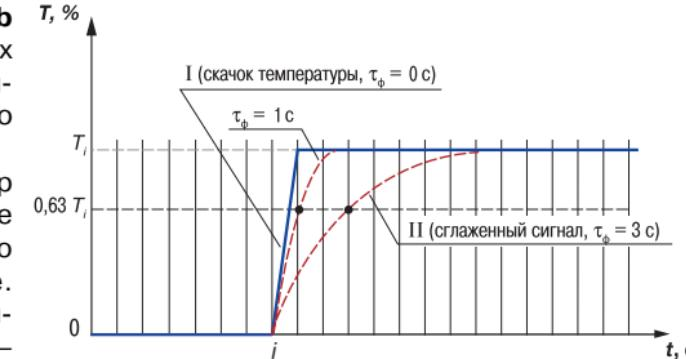

Рис. 5
3.1.4.4.3. Цифровой фильтр устраниет шумовые составляющие сигнала, осуществляя его экспоненциальное сглаживание. Основной характеристикой экспоненциального фильтра является τ_ϕ – постоянная времени цифрового фильтра, параметр **inF** – интервал, в течение которого сигнал достигает 0,63 от значения каждого измерения T_i (**рис. 5**).